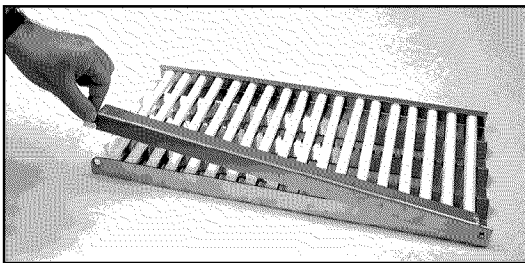

FIG. 24
4. Verrouillez le couvercle du radiant (Fig. 24).
Si le brûleur ne s'allume pas après plusieurs tentatives, utilisez des allumettes. Si vous venez de faire une tentative à l'aide du bouton d'allumage, patientez 5 minutes afin de laisser le gaz accumulé se dissiper. Éloignez toujours le visage le plus possible du gril, puis faites passer une allumette de pochette allumée au-dessus du trou situé en haut à gauche (brûleur de gauche) ou à droite (brûleur de droite); voir les figures 24 et 25.